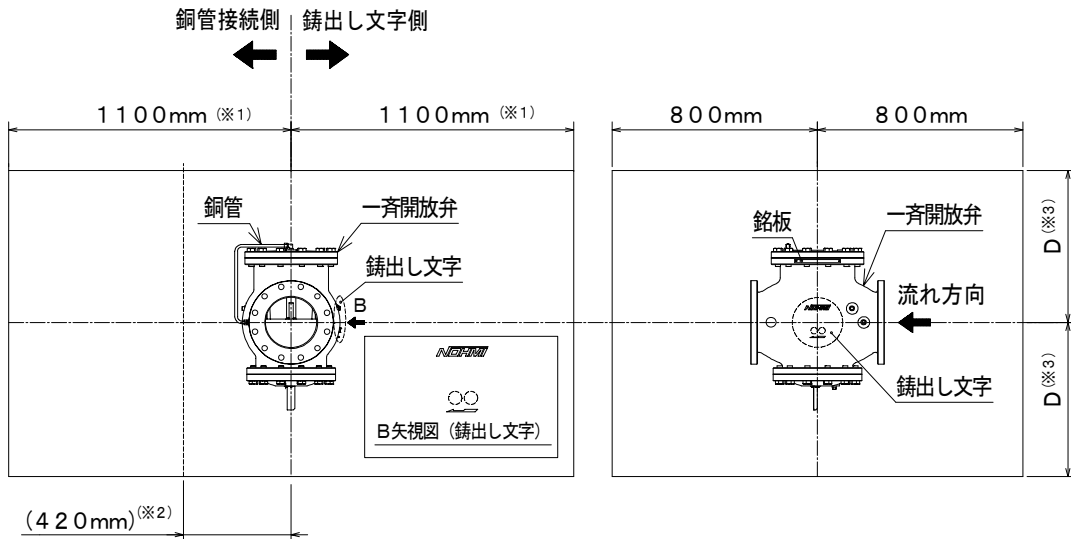

図6. メンテナンススペース
(1) 据付前準備
- ①一斉開放弁は、設置後のメンテナンススペース（作業スペースや部品の取り外しスペース）を考慮し、図6で示す寸法以上のメンテナンススペースを確保して設置してください。なお、図6で示す寸法は手動起動弁や遠隔起動弁等の一斉開放弁周りの配管類のメンテナンスを考慮した寸法ではありません。必要に応じて配管類のメンテナンススペースも確保してください。
- ②一斉開放弁を組み付ける前に、現場配管内に異物がないことを確認してください。
- ③一斉開放弁の一次側および二次側フランジのカバーを取り外してください。
- ④一斉開放弁の内部に異物がないことを確認してください。